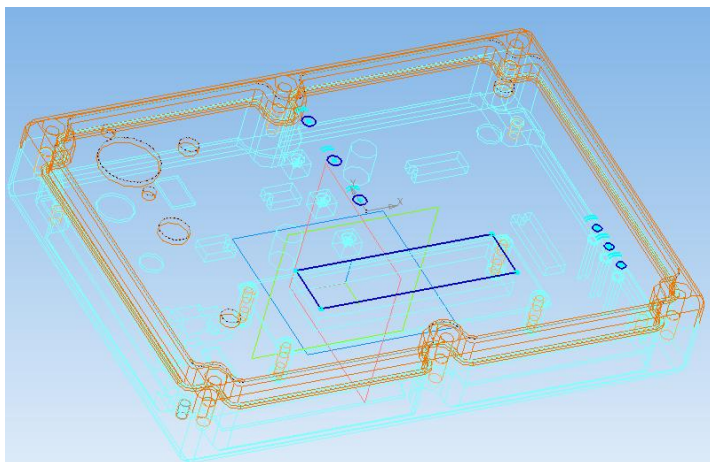

Рис. 5.1. Проецирование отверстий
4. Выбрать кнопку *Спроецировать*  и на поверхность крышки спроецировать отверстия как на рис. 5.1. Кнопкой *Спроецировать* надо пользоваться аккуратно и нажимать на проецируемые линии один раз.